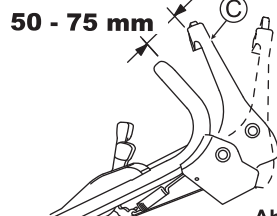

Abb. 25
Nehmen Sie die Justierung so vor, dass die Klinge sich zu drehen beginnt, wenn der Abstand zwischen dem Klingenhebel (C) und dem Griff 50 - 75 mm beträgt und der gelbe Knopf, wie in Abb. 25 dargestellt, gedrückt ist.